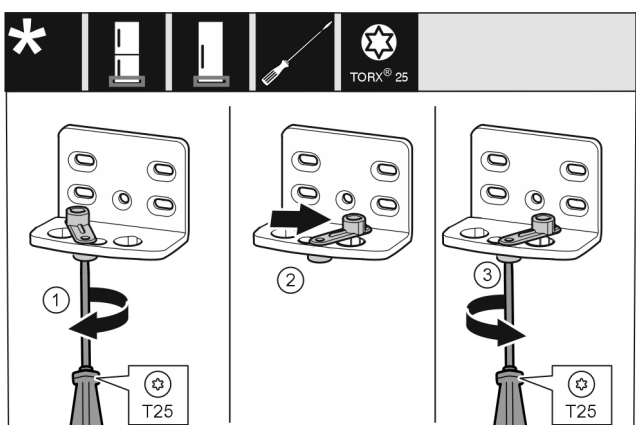

Fig. 15
- ▶ 用 T25 螺丝刀拧松螺钉。 Fig. 15 (1)
- ▶ 将关门辅助装置提起并向右 90° 转入钻孔。 Fig. 15 (2)
- ▶ 用 T25 螺丝刀拧紧螺钉。 Fig. 15 (3)